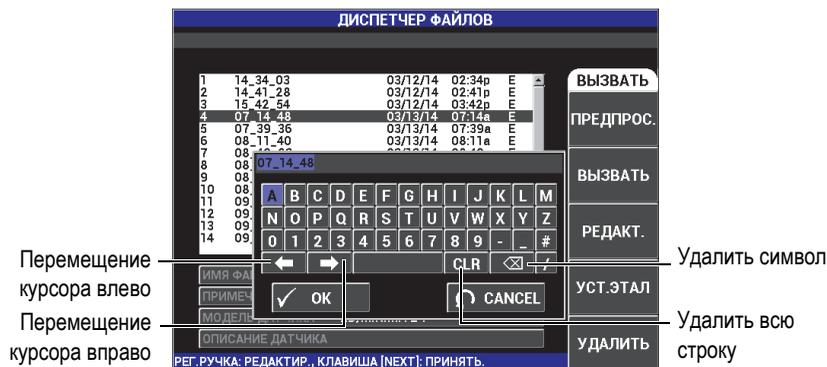

Рис. 4-16 Текстовый редактор меню **ДИСПЕТЧЕР ФАЙЛОВ** и кнопки редактирования
Перед выполнением указанной ниже процедуры нажмите клавишу меню MEM (SD), чтобы открыть меню **ДИСПЕТЧЕР ФАЙЛОВ** (см. Рис. 4-16 на стр. 109).
Текстовый редактор будет активирован (см. Рис. 4-16 на стр. 109).
Клавиши навигации или кнопки текстового редактора позволяют модифицировать ошибочно введенные символы или информацию, без необходимости повторного ввода текста (см. Рис. 4-16 на стр. 109, где указаны специальные кнопки редактирования).